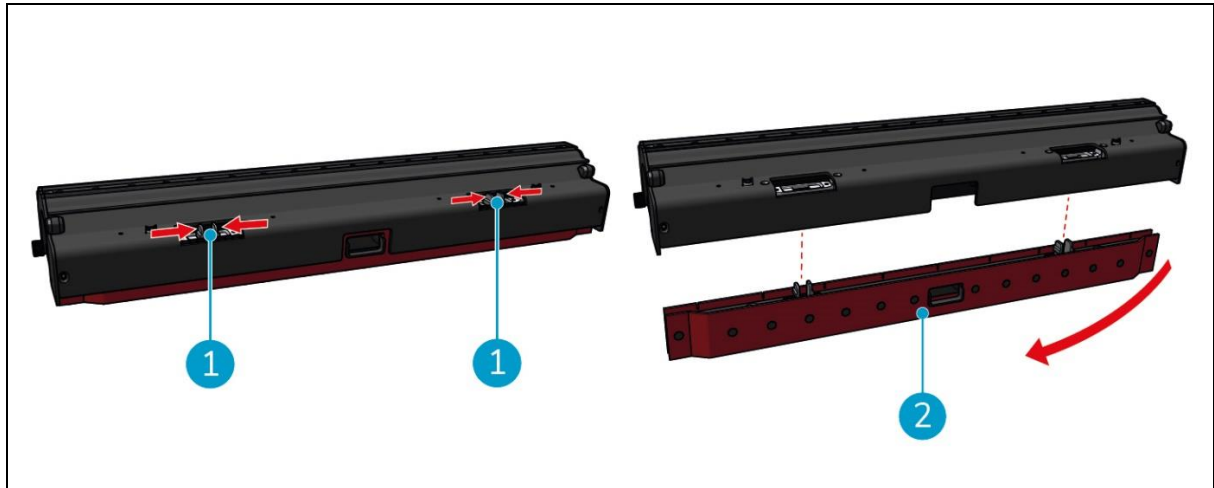

Figura 35
2. Premere i perni di plastica verso l'interno, come mostrato in Figura 35, pos. 1. Il supporto delle lame del tergipavimento si stacca.